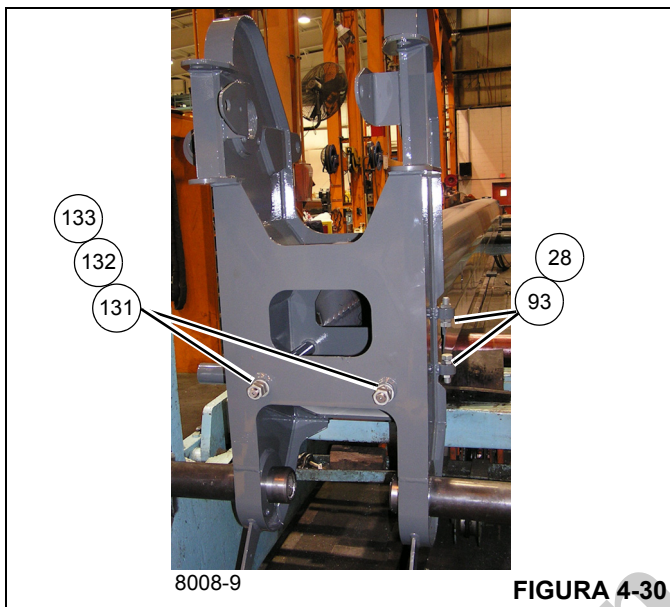

FIGURA 4-30
9. Monte a placa superior do carro de arraste (144) na solda de montagem da polia do cilindro telescópico (136) usando os quatro parafusos (19), arruelas de pressão (17) e as arruelas lisas (16).
10. Instale as duas graxadeiras (106) dentro de cada extremidade do eixo oco (141); adicione graxa até a graxa ser expelida através das polias.
11. Coloque o telescópio 4 (5) de cabeça para baixo e em frente do cilindro telescópico (6); coloque o telescópio 4 (5) sobre apoios adequados.
12. Instale os dois cabos de retração do telescópio 4 (131) através do interior do telescópio 4 (5) e fixe na extremidade da lança com as quatro porcas (133) e duas arruelas (132) (consulte a Figura 4-30).